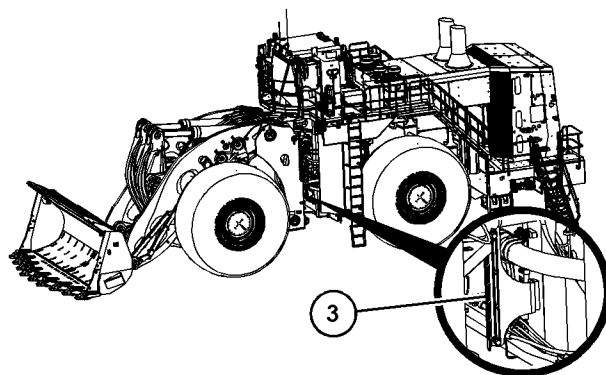

Ilustración 276
10. Quite el respiradero de la transmisión (8). Lave el respiradero con un disolvente limpio y no inflamable. Deje que se seque el respiradero o séquelo con aire comprimido. Instale el respiradero de la transmisión.
14. Consulte la ilustración 276. Revise el nivel de aceite de la transmisión en la mirilla del nivel de aceite de la transmisión (3). Mantenga el nivel de aceite entre las marcas en la mirilla de nivel de aceite. Si es necesario, quite la tapa del tubo de llenado de aceite de la transmisión y añada aceite.